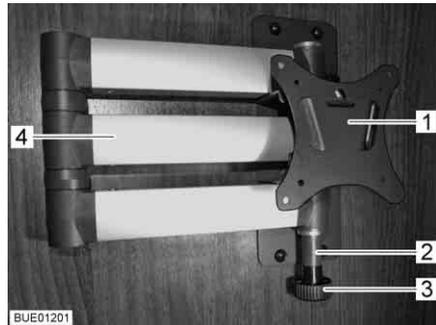

Bild 52 Halterung mit Gelenkarm
- Entriegelungsknopf (Bild 52,3) ziehen. Der Gelenkarm (Bild 52,4) ist entriegelt.
- Flachbildschirm in die Ausgangslage zurückschwenken, bis die Halterung (Bild 52,1) in die Verriegelung (Bild 52,2) einrastet.